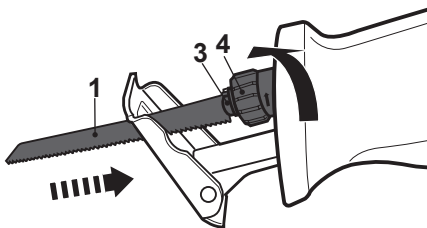

Fig. 1
- > Rotiți manșonul de blocare (4) cu 180 de grade în sens anti-orar și țineți-l în poziție.
- > Introduceți lama de ferăstrău (1) în prinderea uneltei (3) până la opritor. Asigurați-vă că dantura ferăstrăului este orientată în direcția de tăiere (Fig. 1, 2).